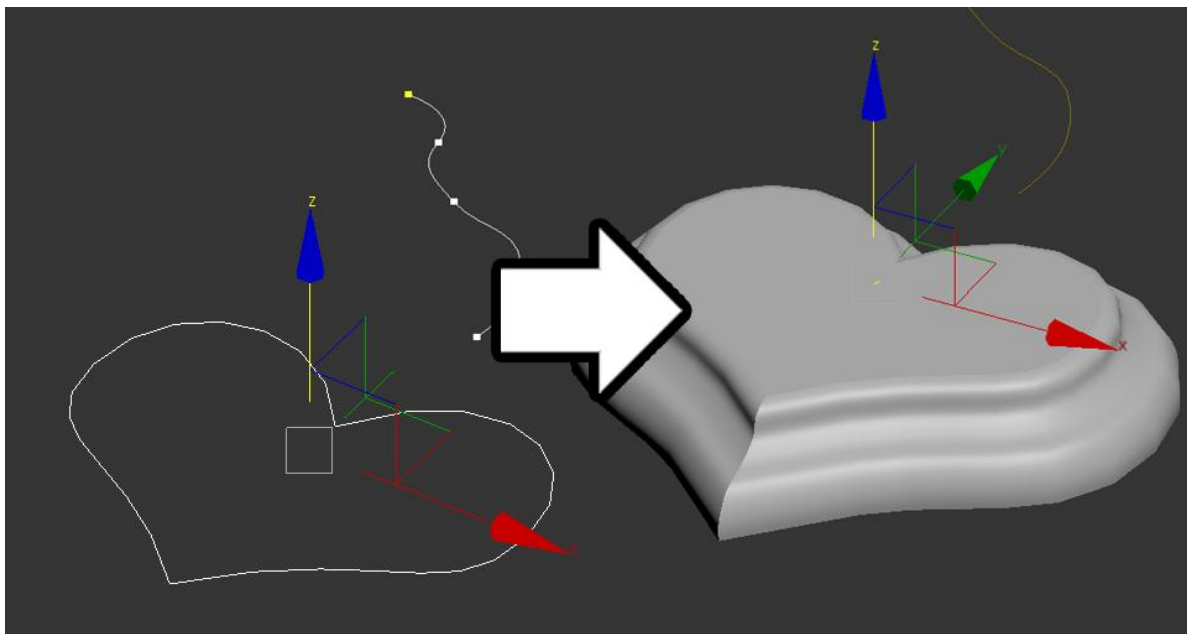

Рисунок 97 – Применение модификатора Профиль скоса (Bevel Profile)
- Однако если и трех уровней мало можно воспользоваться модификатором **профиль скоса (Bevel Profile)**, который строит геометрический объект на основе дополнительного сплайна (рис. 97)